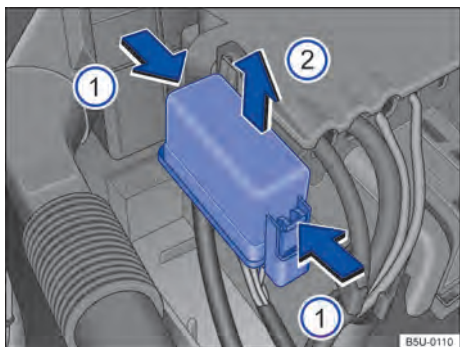

Fig. 193 No compartimento do motor: cobertura da caixa de fusíveis.
- Pressionar as travas no sentido da seta → Fig. 193 ①, para destravar a cobertura da caixa de fusíveis.
- Remover a cobertura por cima, no sentido da seta ②.
- Para a **instalação**, colocar a cobertura sobre a caixa de fusíveis. Pressionar a cobertura para baixo, no sentido contrário da seta ②, até que trave de forma audível.